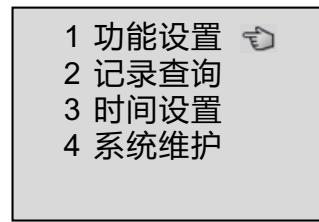

图16 主菜单显示界面
**操作方法:** 点按"设置"键, 断路器进入设置主菜单, 图16所示, 然后点按"▲"、"▼"键向上或向下浏览菜单信息, 浏览到所需菜单上按"确定"键可进入对应此项的子菜单。